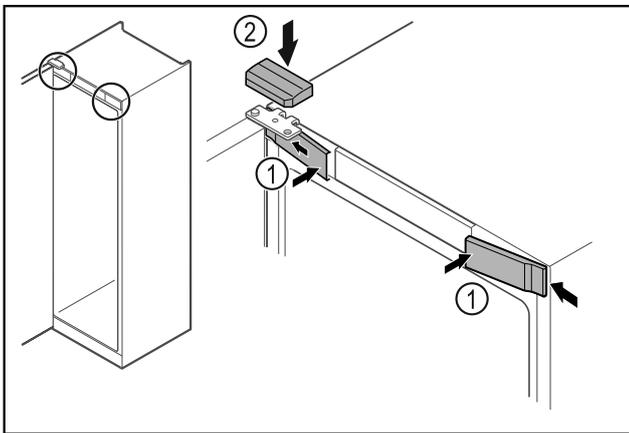

Fig. 27
- ▶ Αναρτήστε τα μπροστινά καλύμματα Fig. 27 (1) στο πλάι και κουμπώστε τα.
- ▶ Κουμπώστε το επάνω κάλυμμα Fig. 27 (2) από πάνω.